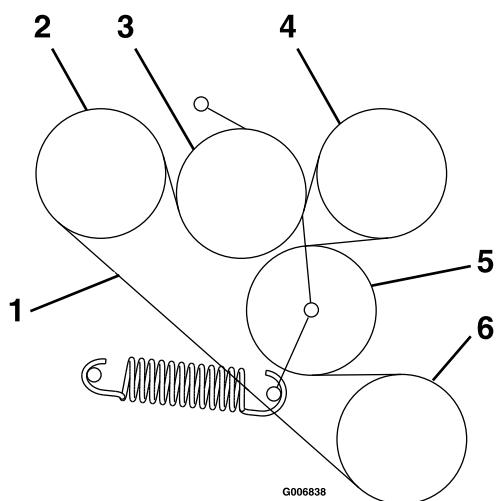

Figura 61
6. Enrute la correa nueva sobre las poleas según lo indicado en la pegatina situada en la parte trasera del protector izquierdo de la transmisión (Figura 61).